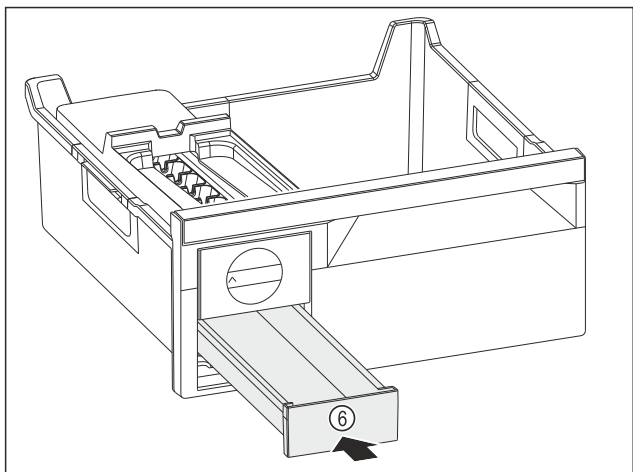

Fig. 122
- ▶ Eiswürfelschubfach Fig. 122 (6) einschieben.